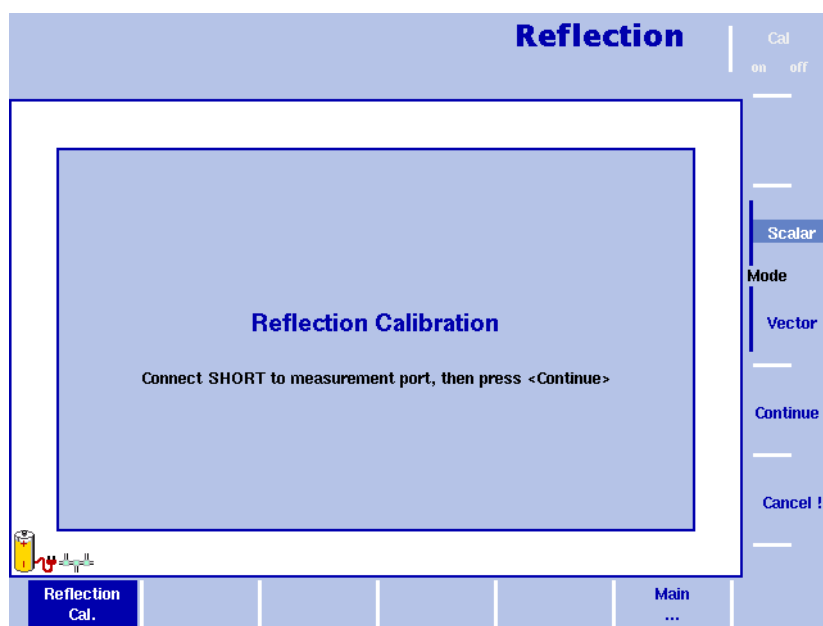

Figura 8 Menú de calibración de la reflexión
- 7 Seleccione el modo a utilizar para realizar la medida pulsando la tecla programable **Scalar** o **Vector**. La medida escalar mide el nivel de señal reflejado, mientras que la medida vectorial es aún más precisa, midiendo también la fase de dicha señal reflejada, lo cual incrementa la precisión de la medida, así como el rango de medida de las pérdidas de retorno. El 9102 le guiará a través del proceso de calibración mediante mensajes en pantalla como el mostrado en la Figura 8. Cuando se le indique, conecte el conjunto de calibración al cable de extensión del puerto de prueba y pulse **Continue**. El proceso de calibración puede abortarse pulsando la tecla programable **Cancel !**.